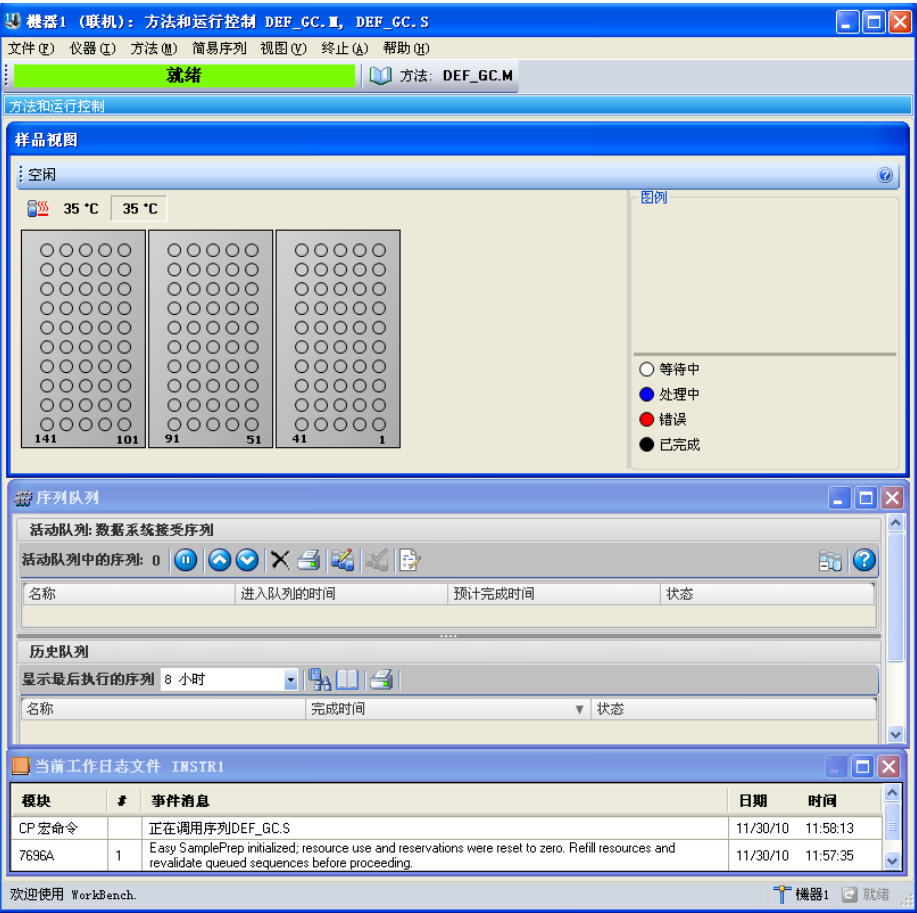

图 2 Agilent 7696A WorkBench 软件
- 1 导航到 Windows“开始”菜单 > 所有程序 > Agilent WorkBench，然后从菜单列表中选择您的仪器。将打开 WorkBench 软件（图 2）。